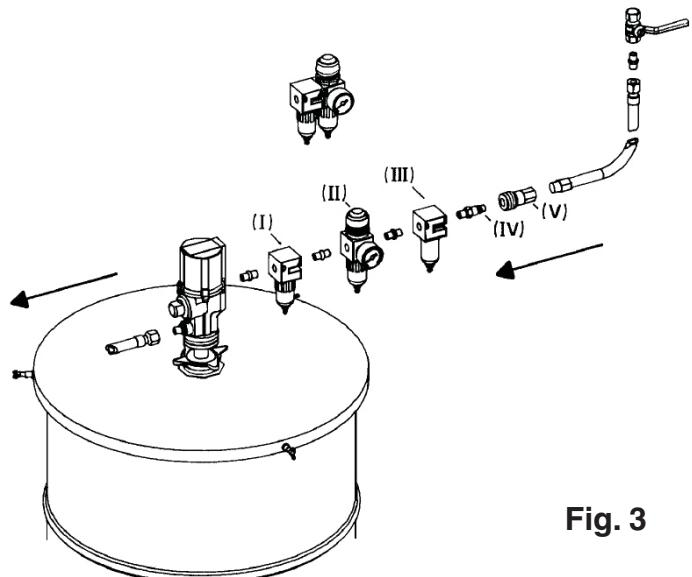

Fig. 3
Installation using a compressed air treatment unit is recommended. In order to improve the efficiency of the pump, under extreme conditions, the installation of a lubricator is also recommended. ATTENTION: The pumps air entry pressure must be limited to 10 bar -140 psi maximum. If necessary, a pressure regulator must be installed. In case you mount these elements on a separate basis, the order is indicated on Fig. 3: The lubricator (I) must be placed as close as possible to the air inlet (1/4" FNPT,) followed by the pressure regulator (II) then the filter (III). In the case of pumps not installed on wall support it is very important to equip the pump's air inlet with an adapter for quick coupling (IV) and the air inlet hose with a quick connector (V). NOTE: Make sure all joints and screwed unions are tight.
Se recomienda su instalación utilizando una unidad de tratamiento de aire comprimido (filtro y regulador (A6450)). Con el fin de mejorar la eficiencia de la bomba, bajo condiciones extremas de uso, se recomienda también la instalación de un lubricador (A6430). ATENCIÓN: La presión de entrada del aire comprimido a la bomba deberá limitarse a un máximo de 10 barios - 140 psi. Si es necesario, deberá instalarse un regulador de presión. En caso de que usted instale estos elementos separadamente, el orden de su instalación se indica en la Ilustración 3. El lubricador (I) deberá colocarse lo más cerca posible a la entrada de aire (1/4 pulg FNPT), seguido del regulador de presión (II) y finalmente del filtro (III). (El modelo A6450 es una unidad combinada con un filtro y regulador.) En caso de que la bomba no se instale en un soporte en el muro es importante equipar la entrada de aire comprimido de la bomba con un adaptador para su acoplamiento rápido (IV) y la manguera de aire comprimido con un conector a presión (V). NOTA: Asegúrese que todas las uniones y uniones roscadas estén firmemente apretadas.
L'utilisation d'un dispositif de traitement d'air comprimé (filtre et régulateur [A6450]) est recommandée. Pour améliorer l'efficacité de la pompe dans les conditions extrêmes, il est également recommandé d'installer un lubrificateur (A6430). ATTENTION. - La pression d'admission de l'air comprimé ne doit pas dépasser 10 bar (140 psi). Le cas échéant, installer un régulateur de pression. En cas de montage de ces éléments, la séquence d'installation doit être conforme aux indications de la figure 3 : Le lubrificateur (I) doit être placé aussi près que possible de l'admission d'air comprimé (1/4 de pouce FNPT) et doit être suivi par le régulateur de pression (II) et, finalement, par le filtre (III). (Le modèle A6450 est un dispositif combiné filtre-régulateur.) Si la pompe n'est pas installée sur une console murale, il est très important d'équiper son entrée d'air comprimé d'un adaptateur à branchement rapide (IV) et d'équiper le tuyau d'arrivée d'air comprimé d'un raccord à branchement rapide (V). NOTA. - Veiller à ce que tous les joints et les raccords-unions à visser soient bien serrés.